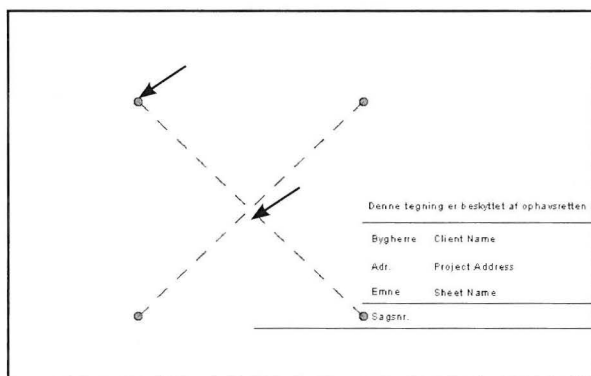

Fig. 16.25. Placer billedet på tegningen.
- Klik for at placere billedet (Fig. 16.25).
- Træk i cirklerne i hjørnerne på billedet, for at redigere størrelsen på billedet (Fig. 16.25).